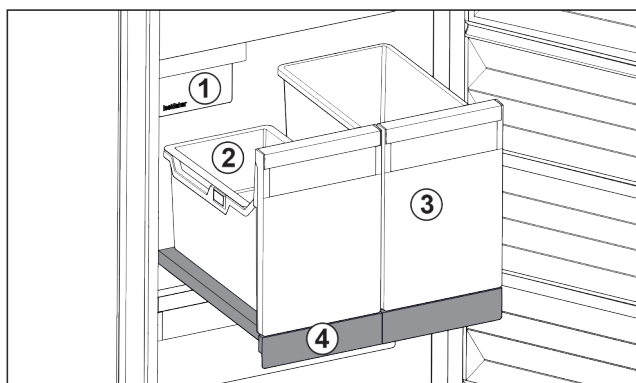

Fig. 22 Vysouvací přihrádka s IceTower
Na vysouvací přihrádce jsou dvě vysoké nádoby (IceTower). V nádobě Fig. 22 (2) se shromažďují a skladují kostky ledu z IceMaker. Nádoba Fig. 22 (3) se hodí pro skladování vysokých potravin jako pizzy nebo alkoholické nápoje.